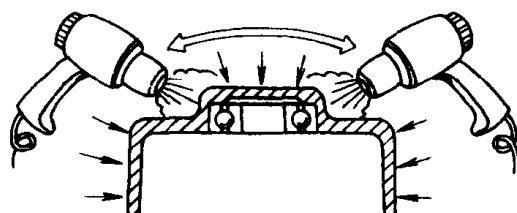

图 1-27 加热法拆卸轴承
2) 在不能使用轴承拆卸工具时，应如图 1-27 所示用工业用电吹风对轴承孔部壳体慢慢加热，使壳体产生热膨胀从而取出轴承。操作时加热要均匀，防止壳